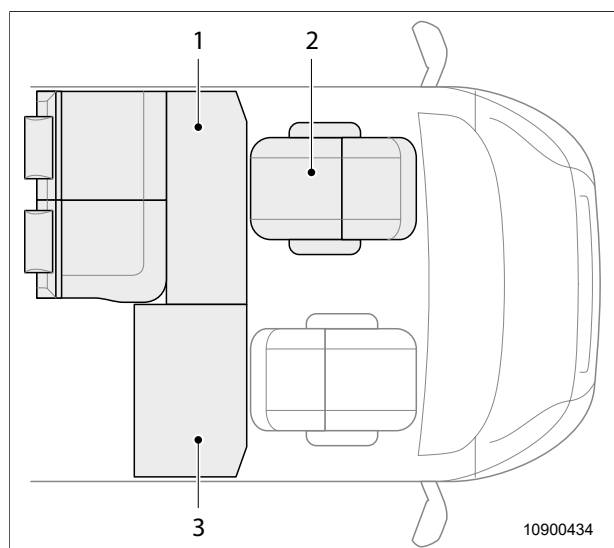

Bild 30 Ombyggnad av sittgrupp till gästsäng 2
1. Vrid förarstolen (Bild 30, pos. 2). Ryggstödet pekar mot vindrutan.
2. Skjut förarstolen (Bild 30, pos. 2) så långt det går i riktning mot ratten.
11. Lägg på dynorna (Bild 30, pos. 1 och 3) på bordet och underredet.